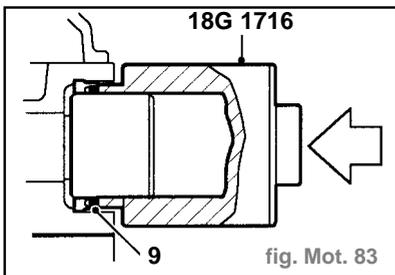

fig. Mot. 83
- Lubrifier les joints d'huile (9) avant et arrière neufs d'arbre à cames à l'huile moteur (fig. Mot. 83).